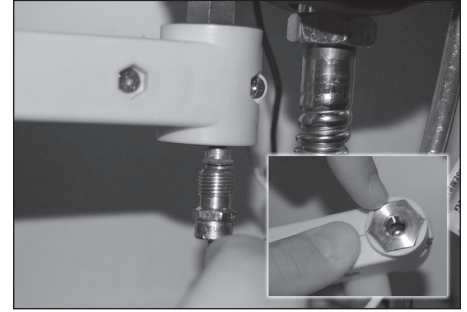

Figura 10
3. Instalar el termopar al módulo disyuntor de alimentación. **Figura 10**